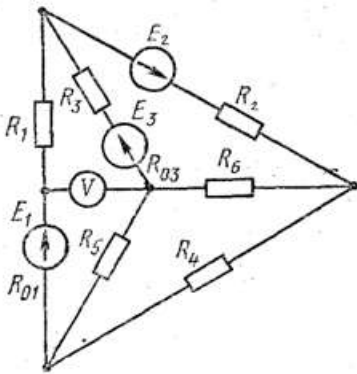

Рис. 1.1
**Задача 1.** Для электрической цепи, схема которой изображена на рис. 1.1–1.30, по заданным в табл. 1 сопротивлениям и э. д. с. выполнить следующее: